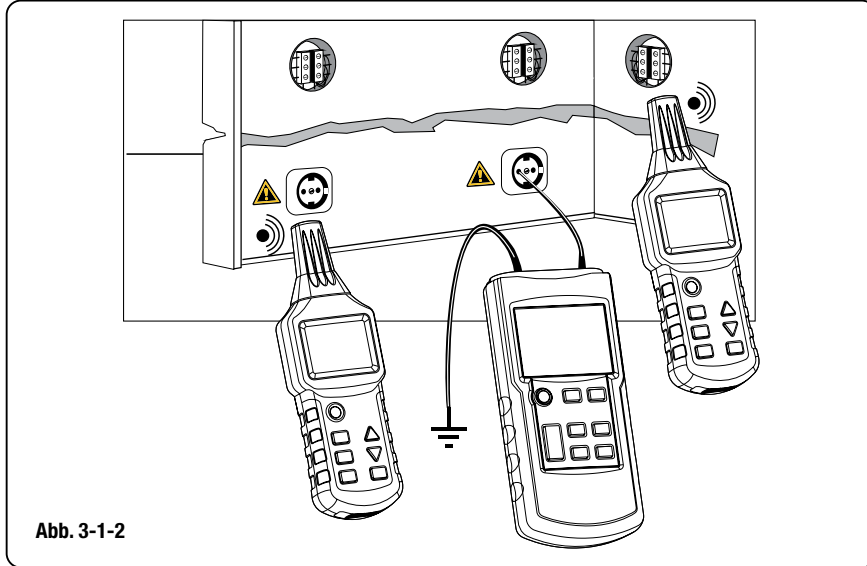

Abb. 3-1-2
- > Schließen Sie den Transmitter an die Phasenleitung und die Schutzerdungsleitung gemäß Abb. 3-1-2 an.